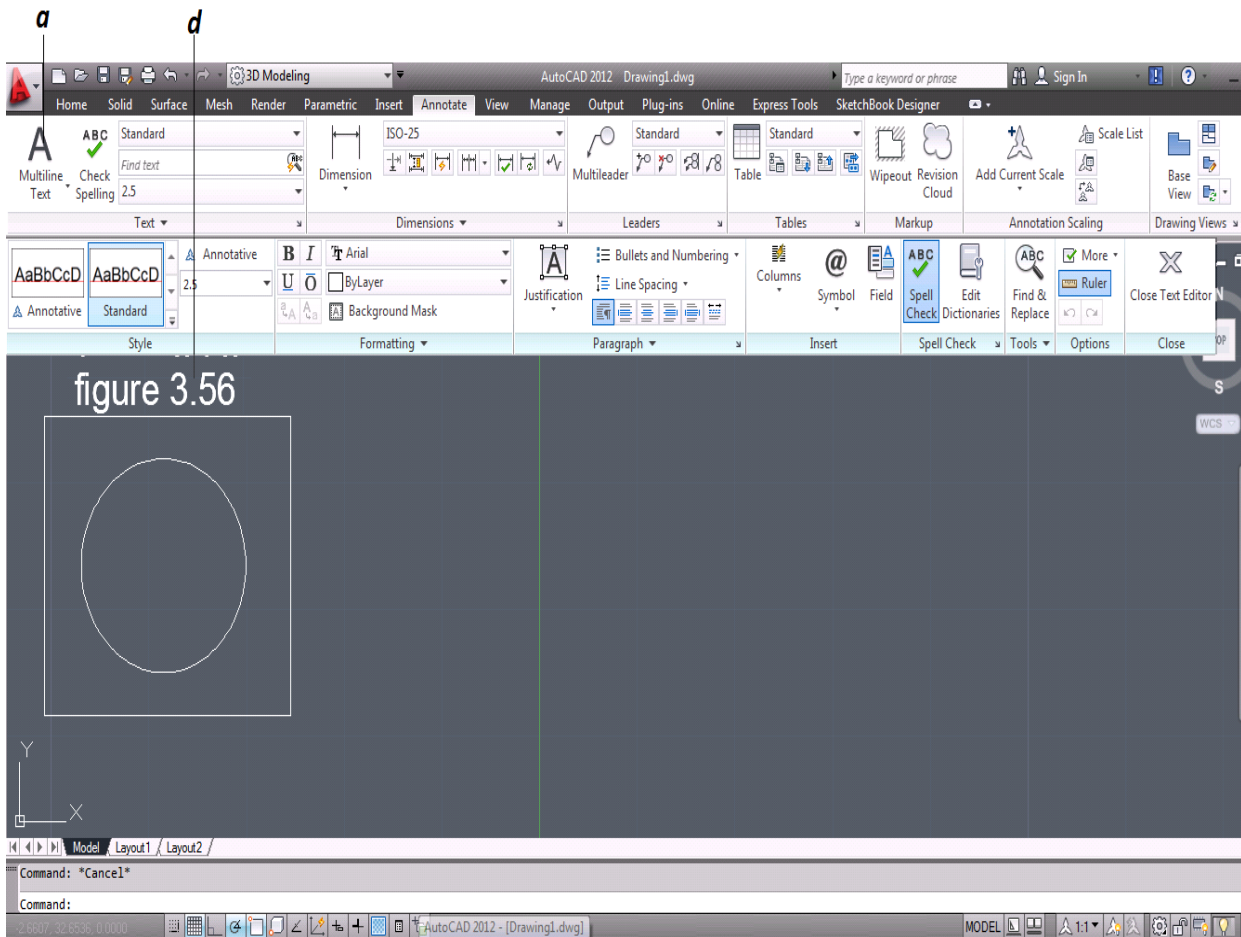

Figura 3.58 Texto “Multilinea”
- a. Se selecciona el grupo Texto Multilinea [Multiline Text] (*figura 3.58*).
- b. En el área gráfica, se define la esquina superior izquierda del texto que se va a escribir (*figura 3.58*).
- c. En el área gráfica, se define la esquina inferior derecha del texto que se va a escribir (*figura 3.58*).
- d. Se introduce el texto deseado (*figura 3.58*).
- e. Clic en el botón Cerrar el Editor de Texto para terminar el comando (*figura 3.58*).